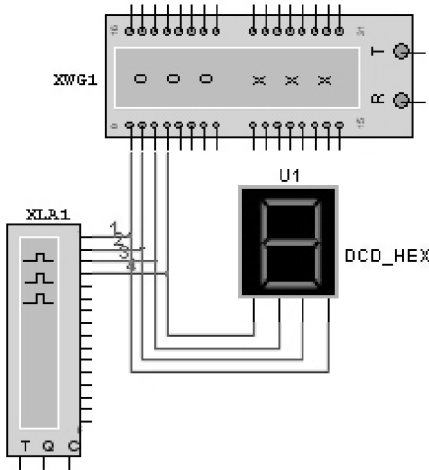
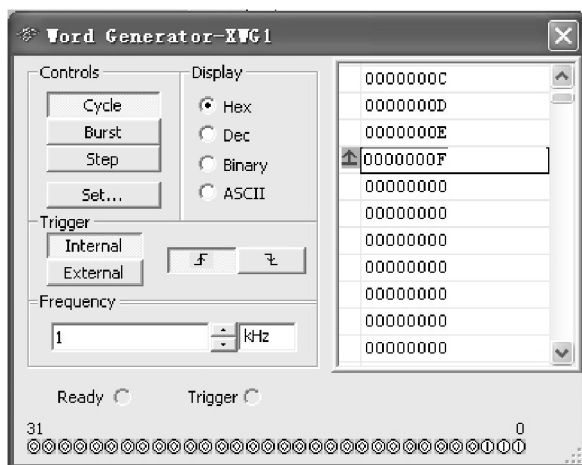
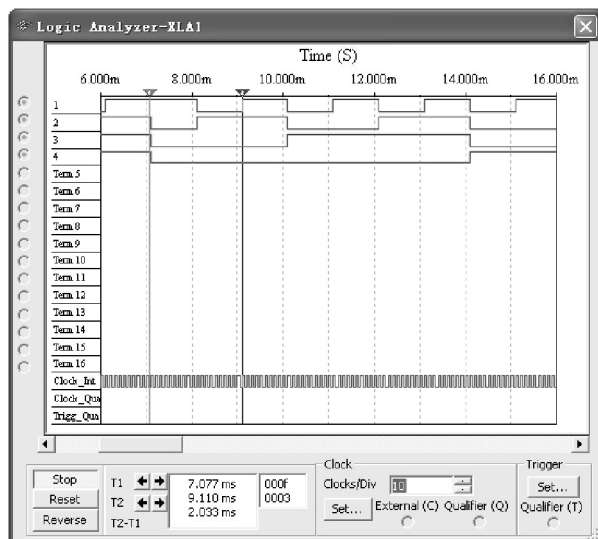
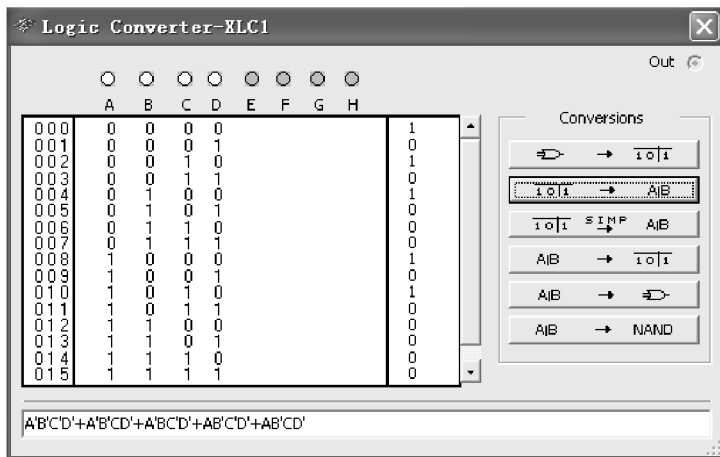

图 3-33 数字信号发生器输出信号显示电路
图 3-34 数字信号发生器的面板设置
图 3-35 逻辑分析仪面板设置及显示的波形
图 3-39 真值表转换为表达式
如图 3-33 所示数字信号发生器产生 0000H~000FH 的字信号（图中设置为采用递增编码，末地址设置为 000FH），输出频率为 1kHz，选择循环输出方式，数字信号发生器的低 4 位分别接入“8421”码数码管的四个引脚，用来显示输出的数字。为观测数字信号发生器输出的波形，逻辑分析仪的低 4 位分别与之相接。数字信号发生器的面板设置如图 3-34 所示。启动电路后，数码管循环显示 0~F，逻辑分析仪显示各个位的波形，如图 3-35 所示。
- 将图 3-34 真值表转换为表达式会在面板底部显示，如图 3-39 所示。